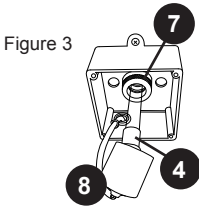
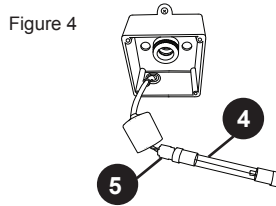
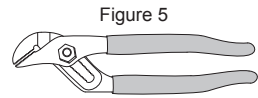
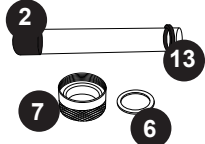

Figure 3
Figure 4
Figure 5
Figure 6
3. Retirez la gaine noire de la lampe (8) en la faisant glisser sur le câble afin de la dégager de l'écrou de compression du joint de quartz (7), Figure 3.
4. Retirez lentement la lampe UV (4) du tube de quartz.
5. Retirez la douille de la lampe (5) de la lampe UV (4), Figure 4.
6. Retirez l'écrou de compression du joint de quartz (7) en le tournant dans le sens **anti-horaire**, Figure 3. Utilisez une paire de pinces multiprises si nécessaire, Figure 5. Vous remarquerez qu'une rondelle de compression en acier inoxydable (6) glisse sur le tube de quartz. Conservez la rondelle (6) pour une utilisation ultérieure, Figure 6. Il existe également un joint d'étanchéité noir (13) ; saisissez le joint d'étanchéité noir, puis retirez lentement et délicatement le tube de quartz.
7. Vous pouvez à présent nettoyer ou remplacer le tube de quartz (2). Pour nettoyer le tube de quartz (2), suivez les étapes 8 et 9, puis passez à l'étape 10. Pour remplacer le tube de quartz (2), ignorez les étapes 8 et 9 et passez directement à l'étape 10.
17. Mettez la nouvelle lampe UV (4) dans le tube de quartz par coulissement, Figure 3.
18. Réinstallez la gaine noire de la lampe (8) sur l'écrou de compression du joint de quartz (7).
19. Réinstallez le couvercle de l'enceinte (10) à l'aide du joint (9) et fixez-le avec des vis.